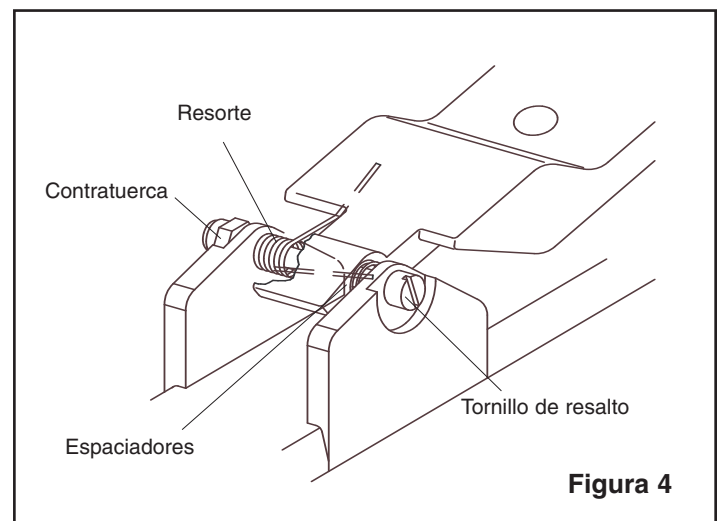

Figura 4
4.5 Reemplazo de la palanca del mando, Figura 4
4.5.1 Retire la contratuerca del tornillo de resalto. Antes de quitar el tornillo, observe la posición de los espaciadores y del resorte, tal como se muestra en la Figura 4. El extremo doblado del resorte está contra la palanca del mando y mirando hacia arriba. El extremo recto está contra el cuerpo y mirando hacia abajo. El resorte y los espaciadores se deben colocar correctamente cuando se vuelva a instalar el mando.